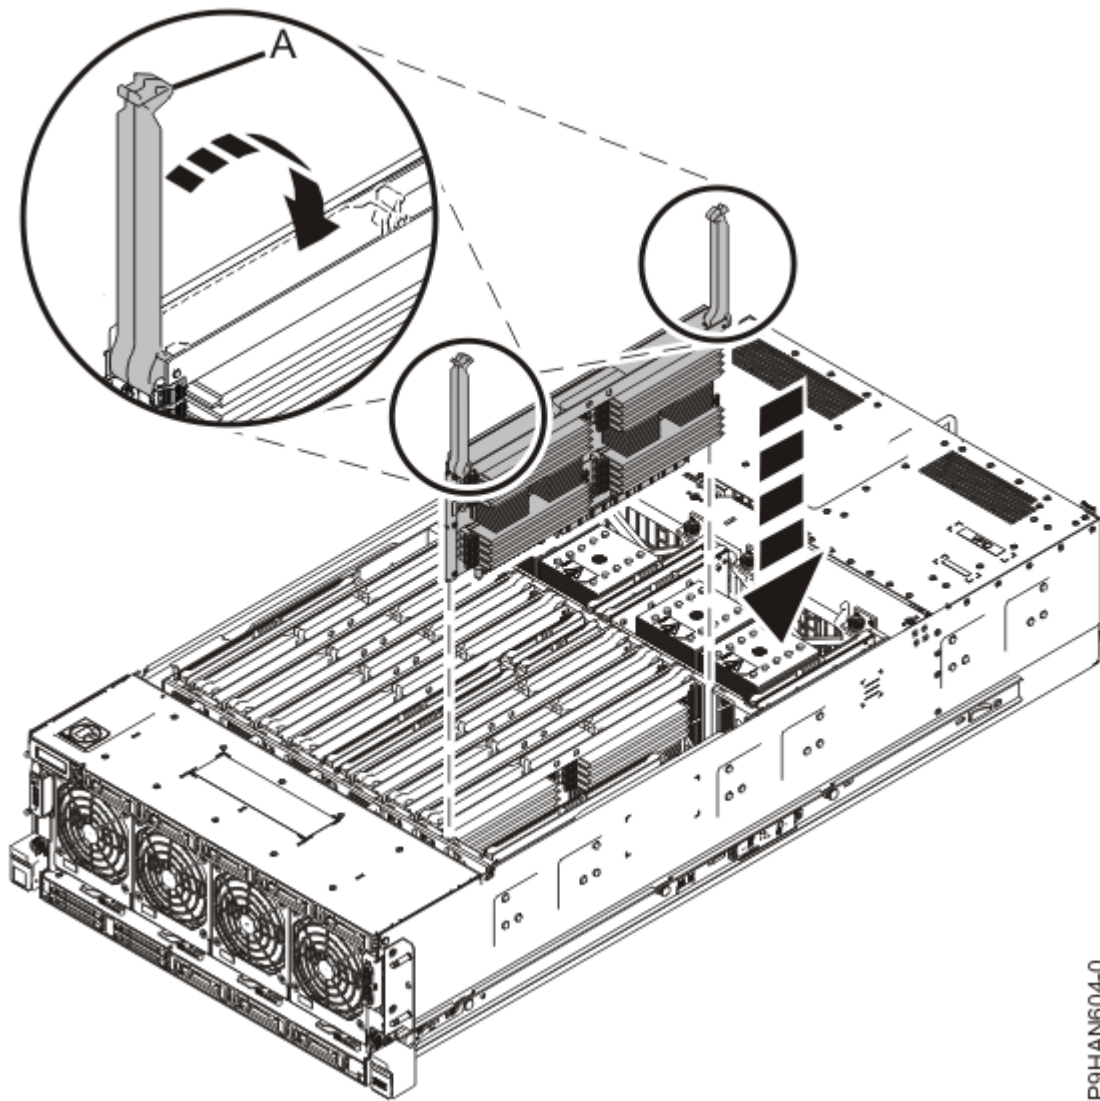

Figure 19. Insertion d'une carte de bus mémoire
- a) Assurez-vous que les loquets (**A**) sont ouverts à 90 degrés, comme illustré dans la Figure 19, à la page 21.